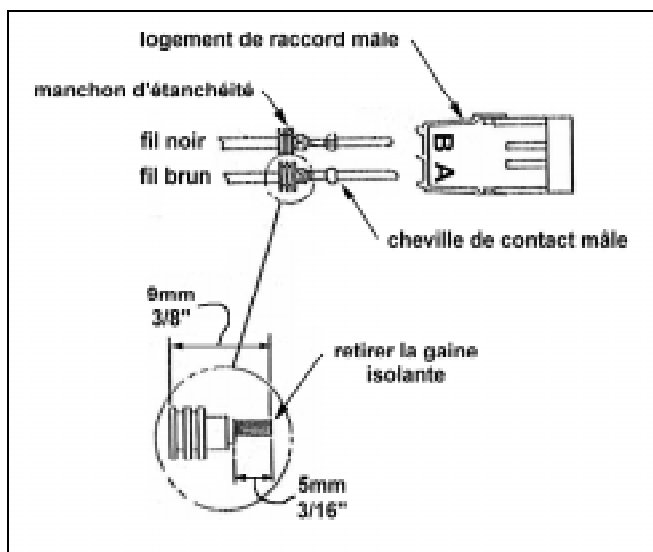

FIGURE 6 : POSE DU NOUVEAU CONNECTEUR C126
25. Dégager 5 mm (3/16") de gaine à l'extrémité des conducteurs brun et noir du fil d'alimentation de la pompe (figure 6).
26. Placer les manchons d'étanchéité et fixer les chevilles de contact mâle avec des pinces à sertir. Insérer dans le logement de raccord mâle en plaçant le connecteur brun à l'entrée **A** et le noir à l'entrée **B** (figure 6 & 7).